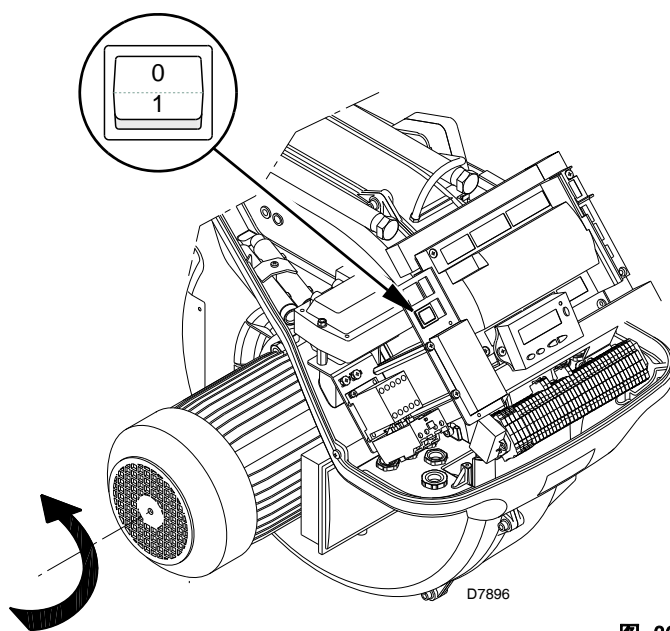

图 30
闭合温控器 / 压力开关，旋转开关图 30 至位置“1”。
燃烧器刚启动时，应到风机马达的冷却风扇前方检查确认其旋转方向为逆时针，见图 30。
- 将图 30 中的开关置于位置“0”，等待控制器运行“停机”程序；
燃烧器处于热需求等待模式，或选择器“0-1”（第 34 页图 30）在位置“0”。